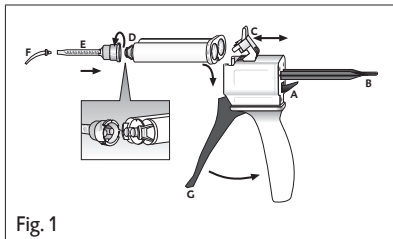

Fig. 1
1. Pressionar para cima a alavanca [Fig. 1, Pos. A] localizada na parte posterior do Automix-Dispenser e puxar a peça corredeira [Fig. 1, Pos. B] completamente para trás.
2. Puxar o trinco de plástico [Fig. 1, Pos. C] para cima, inserir o cartucho e travar com o trinco de plástico [Fig. 1, Pos. C].
1. Retirar e descartar a tampa do cartucho [Fig. 1, Pos. D] ou a cânula de mistura usada, após rodá-la 90° para a esquerda.
2. Colocar uma cânula de mistura nova [Fig. 1, Pos. E].
4. Colocar a Intraoral-Tip [Fig. 1, Pos. F].
- Misturar o material pressionando a alavanca [Fig. 1, Pos. C] do Automix-Dispenser na cânu-la de mistura e aplicar directamente.
2. Puxar o trinco de plástico [Fig. 1, Pos. C] para cima e retirar o cartucho.